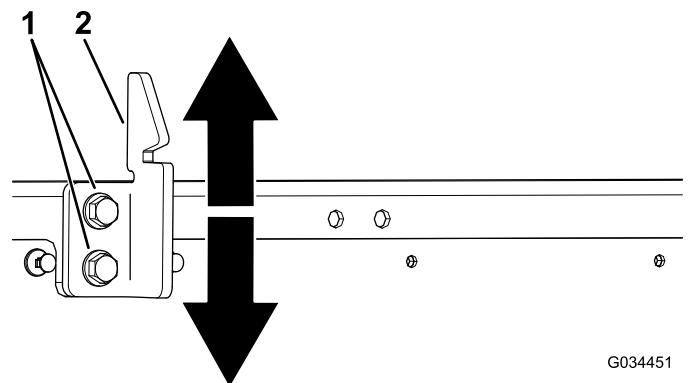

Bild 63
3. Lösen Sie die zwei Schrauben am Schlagbolzen des Boxriegels und bewegen Sie den Schlagbolzen nach oben oder unten, je nach dem, ob der Schlagbolzen zu hoch oder zu niedrig ist (Bild 63).
4. Ziehen Sie die zwei Schrauben am Schlagbolzen des Boxriegels an (Bild 63).